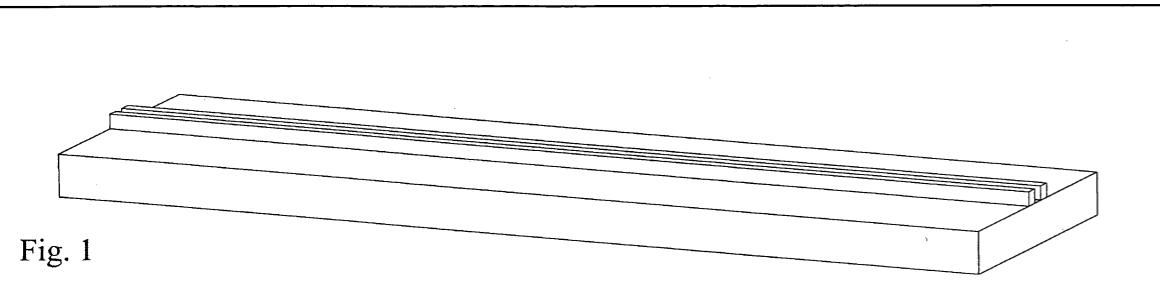

Fig. 1
1) Preparare lo scaletto fig. 1 tav. 2 per il montaggio della struttura: fissare su una tavoletta spessa circa 15mm. due listelli da 4mm. di spessore, distanti tra loro 4mm., in modo che vi si possa incastrare la chiglia 14 e che essa vi rimanga in posizione rettilinea e verticale.
1) Préparer le support fig. 1 tab.2 pour le montage de la structure: fixer sur une tablette de 14 mm. d'épaisseur deux lattes de 4mm., à la distance de 4mm. l'une de l'autre, de façon que la quille 14 puisse être encastrés en position rectiligne et verticale.
- 1) Wie auf Bild 1, Tafel 2 dargestellt, das Gestell für den Zusammenbau des Schiffes herstellen: auf einem ca. 15mm dicken Brett zwei 4mm dicke Leisten im Abstand von 4mm befestigen, so daß der Kiel #4 gerade und senkrecht eingeschoben werden kann.